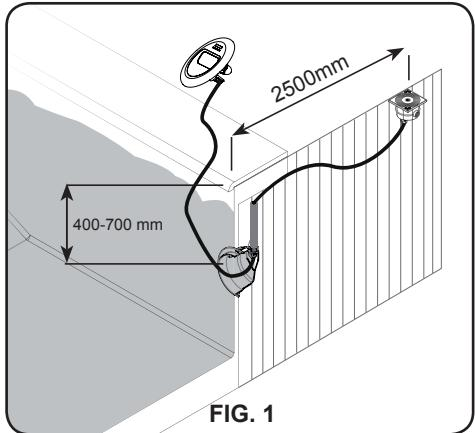

FIG. 1
- Para evitar o esvaziamento da piscina em caso de substituição do projetor Desgin, recomenda-se a instalação do projetor em lugares acessíveis da borda superior da piscina, a 400-700 mm da superfície da água (Fig. 1). Antes de instalar assegurar-se de que o corpo do bocal está bem apertado.
Tenha o cuidado de deixar 1,5 m de cabo entre o projetor e o nicho para poder extrair o projetor até à borda da piscina em caso de manipulação ou substituição da lâmpada (Fig. 1).